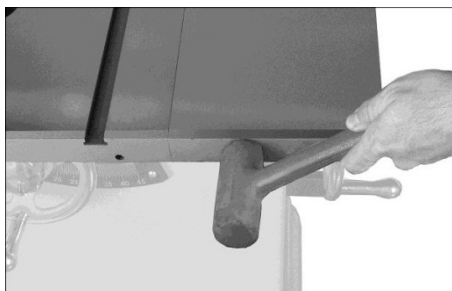

Рис. 5
3. Передний край расширения должен быть на одном уровне с передним краем стола пилы. В случае необходимости легонько постучите по переднему краю расширения резиновым молотком, чтобы поставить его заподлицо. См. Рис. 5.